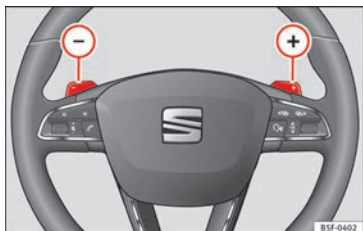

Fig. 193 Volante: leve per il cambio automatico.
- Premere la leva a bilanciere del cambio **+** per inserire una marcia superiore **» fig. 193**.